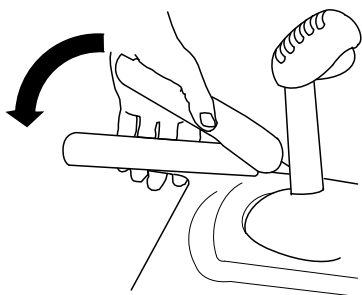

Bild 5
3. Drücken Sie den linken Hebel (Fahrtrieb) zum Handgriff (Bild 5).
6. Drücken Sie den linken Hebel (Fahrtrieb) zum Handgriff (Bild 5).